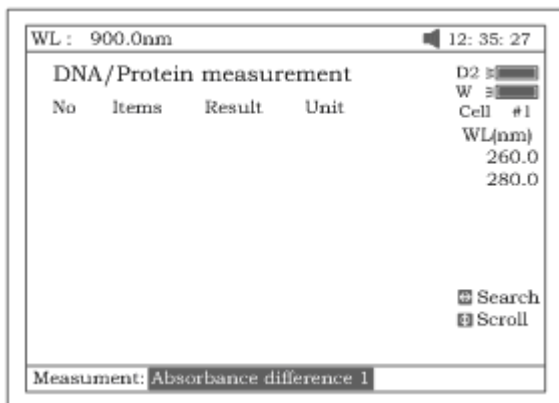

Рисунок 62
- Выберите курсорными клавишами метод измерения ("Measument")(рис.62)